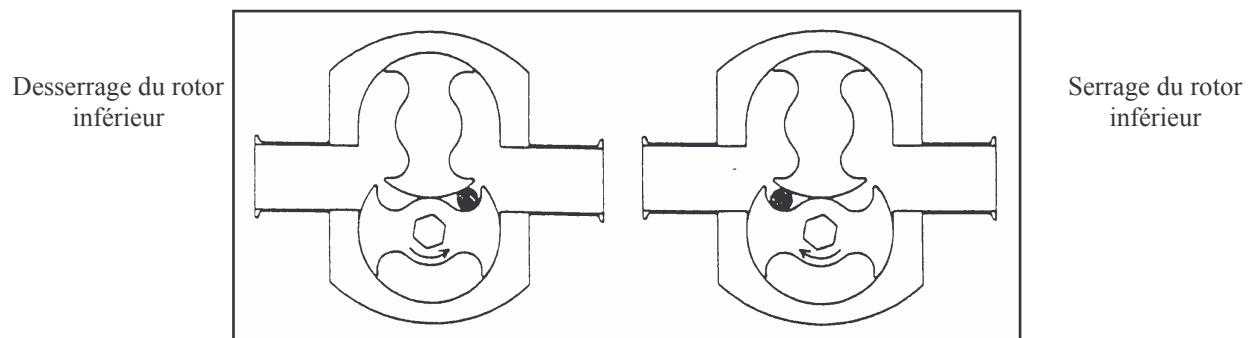

Figure 11 Démontage/remontage du rotor
Hy~Line seule : Les rotors sont fixés par des vis spéciales rainurées (59) et équipés de joints toriques (58). Bloquer les rotors de la pompe avec une entretoise souple - un bloc plastique (180) est fourni à cet effet. (Voir aussi la figure 11). Utiliser exclusivement l'outil spécial (181) fourni pour le desserrage et le resserrage. Les vis sont filetées à droite. Extraire les rotors avec soin pour ne pas endommager les garnitures mécaniques par contact entre les embouts d'arbre et les faces de garnitures mécaniques situées à l'arrière des rotors.
Bloquer les rotors de la pompe avec une entretoise souple - un bloc plastique (180) est fourni à cet effet. Voir aussi la figure 11. Desserrer et retirer les écrous (87) des tirants et les rondelles (88).